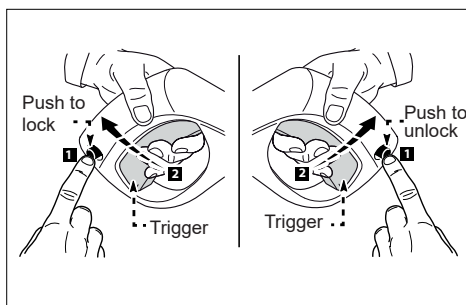

Fig. 18
- Suelte el botón de bloqueo de seguridad de la pistola rociadora presionando el botón de bloqueo de seguridad de izquierda a derecha (Fig. 18). Mientras apunta la pistola rociadora en una dirección segura, apriete el gatillo de la pistola rociadora hasta que haya un flujo constante de agua, dejando que salga agua y aire de la manguera.
- Gire el interruptor de encendido a la posición “ENCENDIDO” (I). La unidad se encenderá durante 1 - 2 segundos y se apagará, esta es una función normal de la función de inicio automático del sistema de apagado total (TSS). Apretar el gatillo de la pistola rociadora para comenzar el lavado a presión.